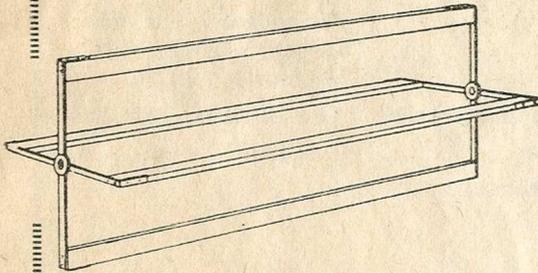
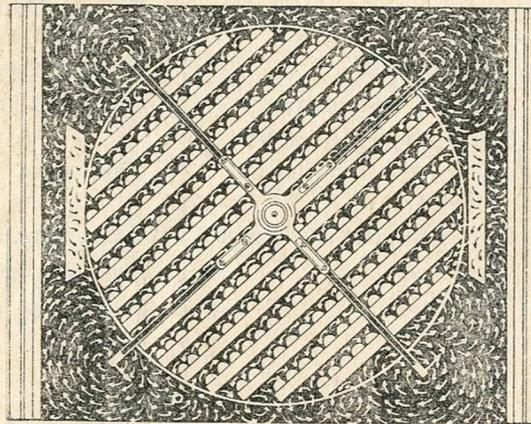

Fig. 1
Fig. 2
**VENTILATION** : pas de ventilation à grande vitesse qui crée des courants d'air et souvent dessèche les œufs malgré une humidification forcée, mais brassage d'air au moyen de quatre palettes (figure 1) tournant lentement autour du tambour contenant les œufs (figures 2 et 3) les isolant de l'influence des parois, leur assurant une ventilation **douce** et **complète** et une **régularité** de température à 1/10e de degré.